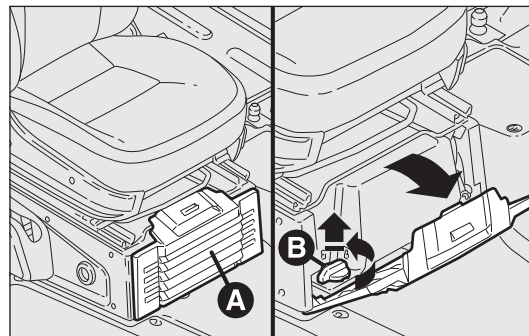

fig. 92
- Aprire lo sportello A ed asportarlo agendo come illustrato in fig. 92;